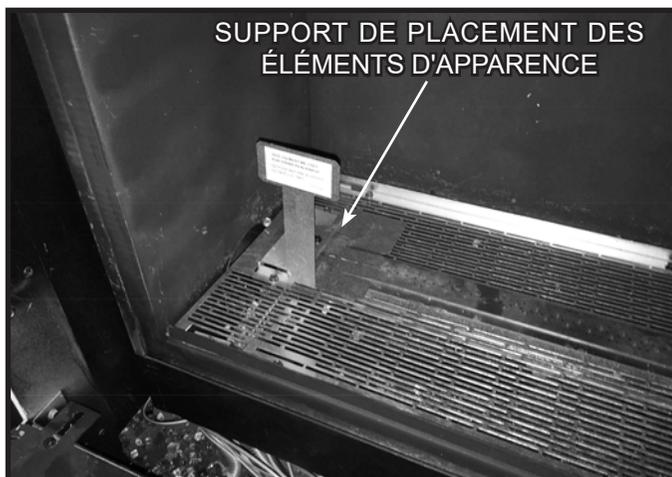

Figure 1 Emplacement du support de placement des éléments d'apparence
2. Le support de placement des éléments d'apparence, montré à la figure 1, DOIT être utilisé chaque fois que les éléments d'apparence sont placés sur le brûleur afin d'assurer qu'aucune pièce ne tombe dans la zone d'allumage du brûleur. Vérifier que le support de placement des éléments d'apparence est correctement installé dans l'appareil. Voir la figure 1.